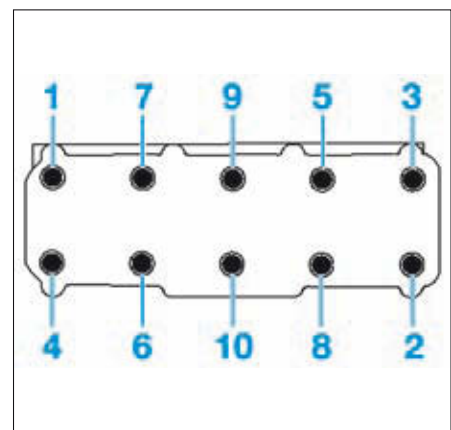

FIG. 77
- les vis de culasse en respectant l'ordre de (1) à (10) (Fig.77).